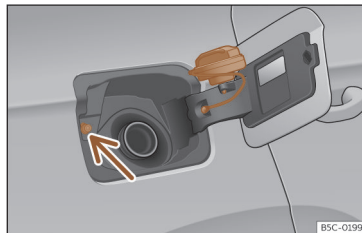

Fig. 213 Tampa do depósito com o tampão encaixado.
Evite tocar no botão de trancagem da tampa de combustível»» **Fig. 213** (seta). O sistema entenderá que acabou e não poderá continuar a abastecer. Volte a pressionar o botão  da porta do condutor para continuar.
- Coloque-a no espaço existente na dobradiça da tampa aberta»» **Fig. 213**.